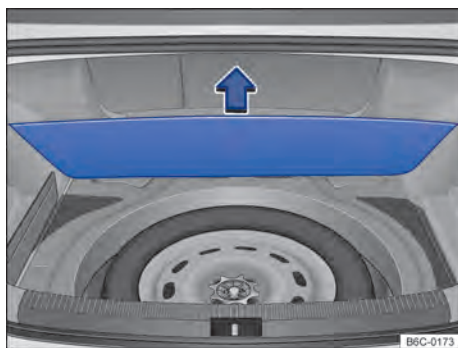

Fig. 176 No compartimento de bagagem, sob o revestimento de assoalho: roda de emergência e ferramentas de bordo.
As ferramentas de bordo e a roda de emergência estão localizadas no compartimento de bagagem, sob o revestimento do assoalho → **Fig. 176**.
- Levantar o revestimento do compartimento de bagagem → **Fig. 176**.